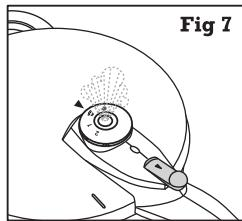

Fig 7
- Si vous utilisez la méthode de libération de la pression avec la soupape de fonctionnement, placez la soupape sur la position de décompression (Fig. 7) et laissez sortir la vapeur. Une fois qu'il n'existe plus de pression à